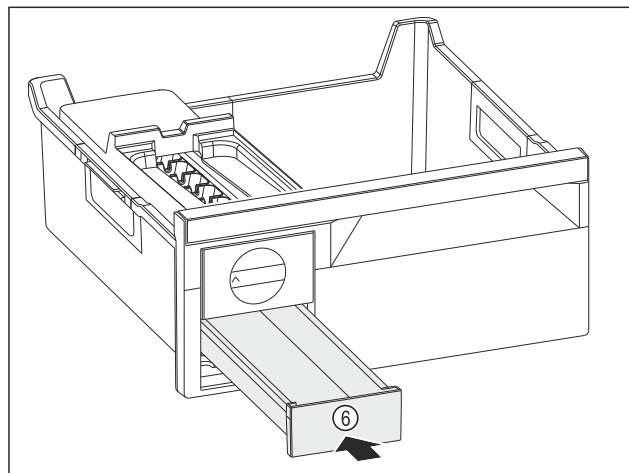

Fig. 110
- Zasuňte zásuvku na kocky ľadu Fig. 110 (6).